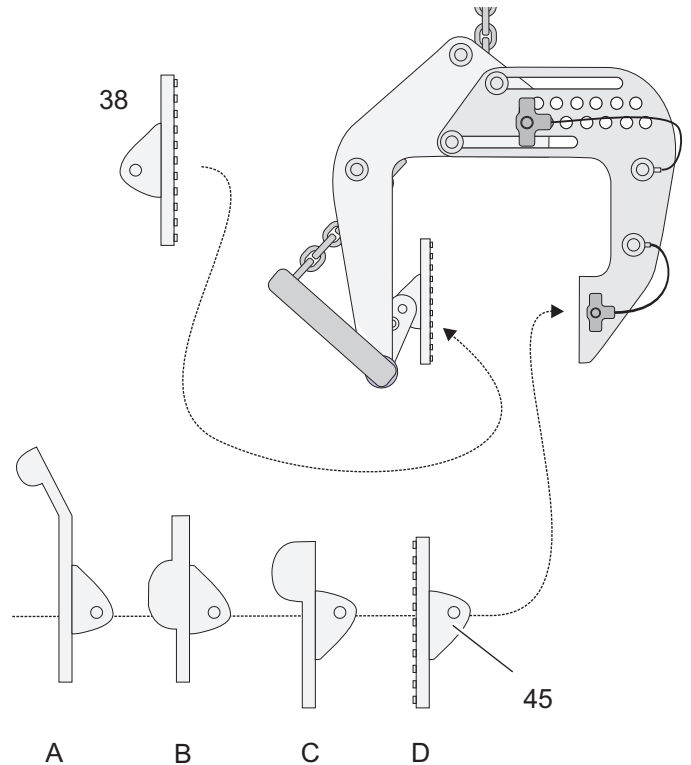

Abb. 4
Klemmbackenvarianten A-C: Die den Formschluss ergebenden Elemente müssen vollständig, unbeschädigt und an allen Befestigungspunkten verschraubt sein (siehe Abb. 4).
- Kugelsperrbolzen (33) herausziehen
- Klemmplatte (39) mit den beiden Hülsen (10) herausnehmen
- Ausgewählte Klemmbacke in umgekehrter Reihenfolge montieren. Dabei Einbaulage gemäß Abb. 4 (siehe Befestigungsschenkel (45)) beachten